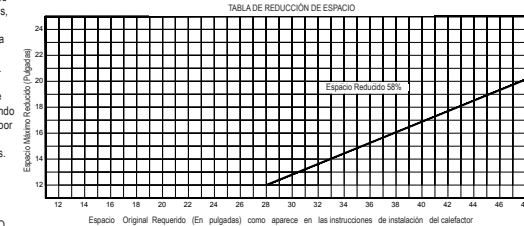

FIG. 2
- Al utilizar las placas de estufa / protectores de suelo / revestimientos de pared / protectores de brasas de Tipo 2 HY-C como revestimiento de paredes, utilice el Kit de instalación HY-C (Parte # ULCK - que se vende por separado) mediante la colocación de las placas contra la pared combustible a ser protegida. Posicione la placa contra la pared, y taladre orificios de 1/4" que atraviesen la placa y penetren la pared detrás de la misma. Ver patrón de agujeros en la Fig. 2.